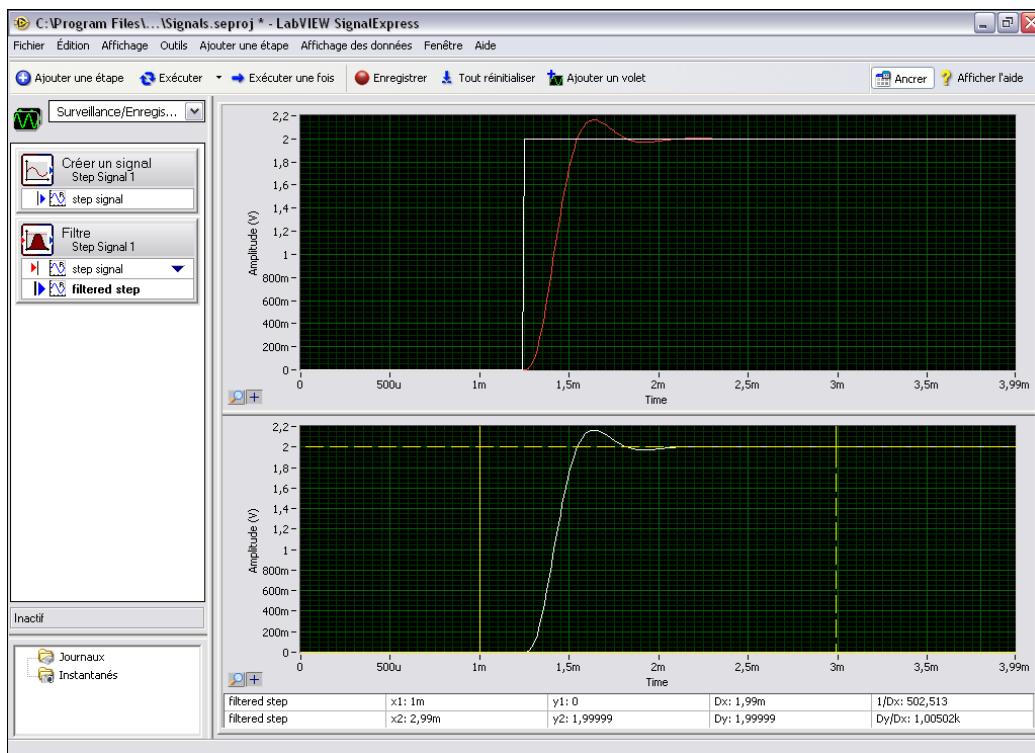

Figure 4-1. Signals.seproj
6. Faites un clic droit sur le nouveau graphe et sélectionnez **Éléments visibles**»**Curseurs** dans le menu local pour afficher deux curseurs interactifs, comme le montre la figure 4-1.